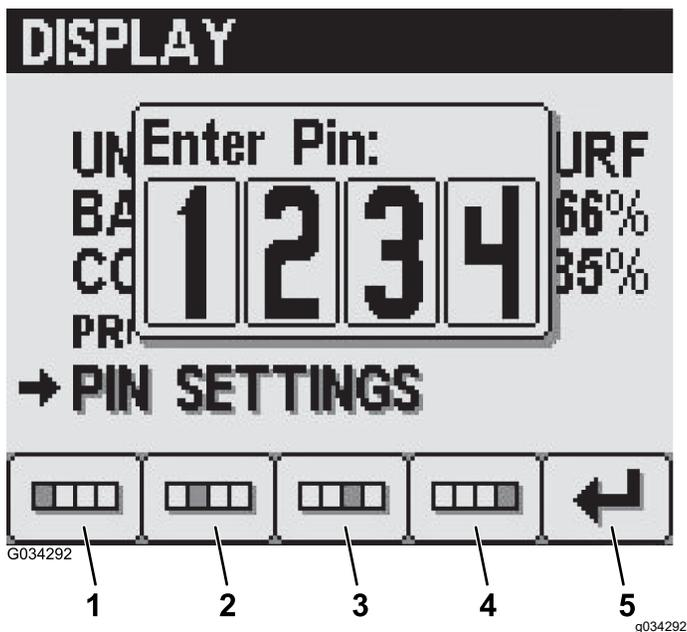

图 24
- 按 1 至 4 号按钮可输入您的 PIN 码。PIN 输入完成后按 5 号按钮图 24。
- 按 1 至 4 号按钮输入您的 PIN 码。PIN 输入完成后按 5 号按钮图 24。
- 在输入旧 PIN 屏幕按 1 至 4 号按钮可输入您的旧 PIN 码完成 PIN 输入后按 5 号按钮图 24。